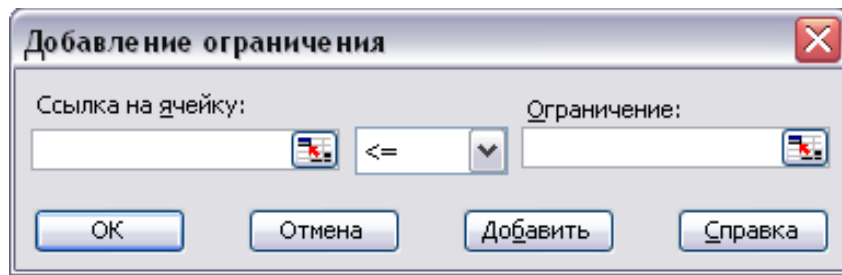

Рисунок 1.3 Диалоговое окно **Добавление ограничения**
- 6) Нажать на кнопку **Добавить** для открытия диалогового окна **Добавление ограничения**, в котором ввести ограничения для задачи (рисунок 1.3).